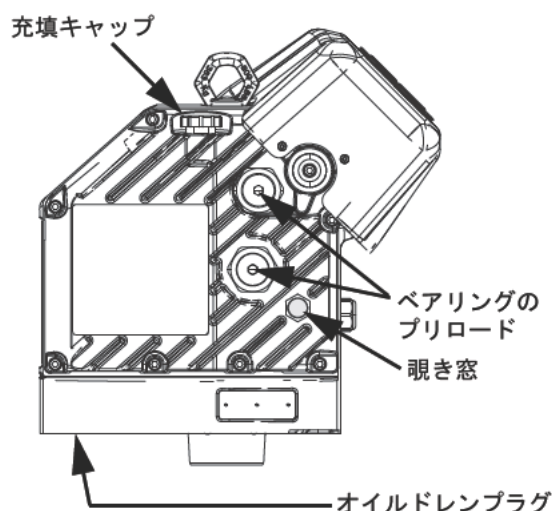

図 14: 覗き窓とオイル充填キャップ
3. オイルドレンプラグを取り外します。ドレンプラグの場所については図 14 を参照してください。ドライバーからすべてのオイルが排出されるまで待ちます。
下記の図 14を参照ください。覗き窓のオイルレベル確認は定期的に行ってください。ドライバーが運転されていない場合、オイルレベルは覗き窓の中間点の近くである必要があります。オイルが少ない場合、フィルキャップを開け、Graco 部品番号 16W645 ISO 220 シリコーンフリー合成 EP ギアオイルを追加します。